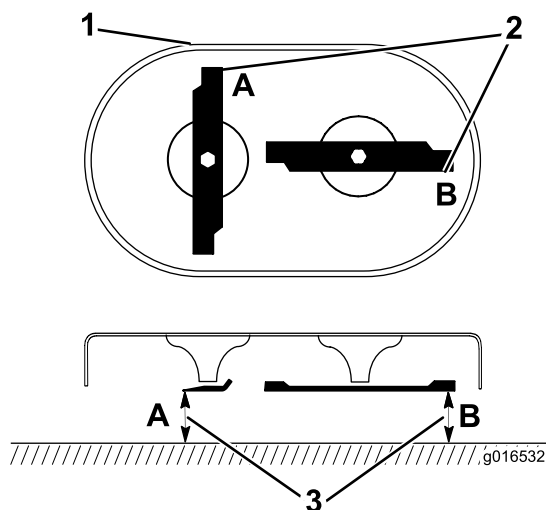

Figure 33
1. Tournez les lames à la position indiquée à la Figure 33.
2. Mesurez la distance entre une surface plane et le tranchant aux points **A** et **B**, (Figure 33), et notez les deux dimensions.
3. Faites tourner les pointes de sorte que leurs extrémités opposées soient aux points **A** et **B** (Figure 33).